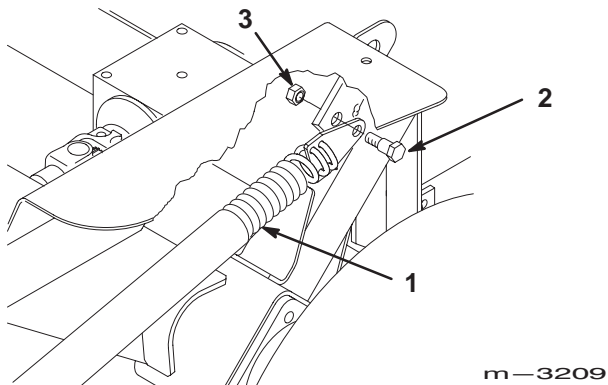

**Bild 33**
6. Befestigen Sie die Federendplattengruppen mit den Bundschrauben (3/8 x 7/8" (23 mm)) und einer Sicherungsmutter (3/8") am Chassis (Bild 33).